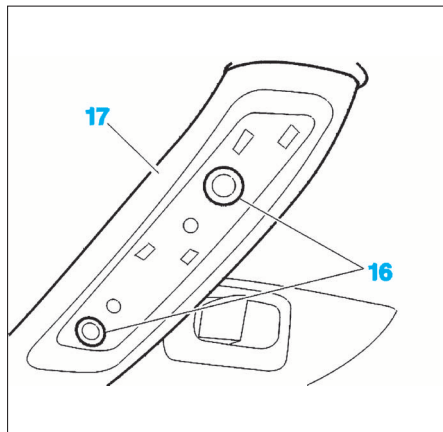

FIG. 54
- les vis (16) (Fig.54)
- la poignée de maintien (17)